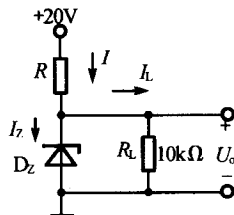

图 14.11
14.2.5 如图 14.11 所示电路中的稳压管参数为: 工作电流 5 mA , 稳定电压 $U_Z = 12 \text{ V}$, 额定功耗 $P_Z = 200 \text{ mW}$ 。试问限流电阻 R 为 $1.2 \text{ k}\Omega$ 是否保证 U_o 为 12 V ?
设稳压电路正常工作, 电流参考方向如图 14.11 所标注。